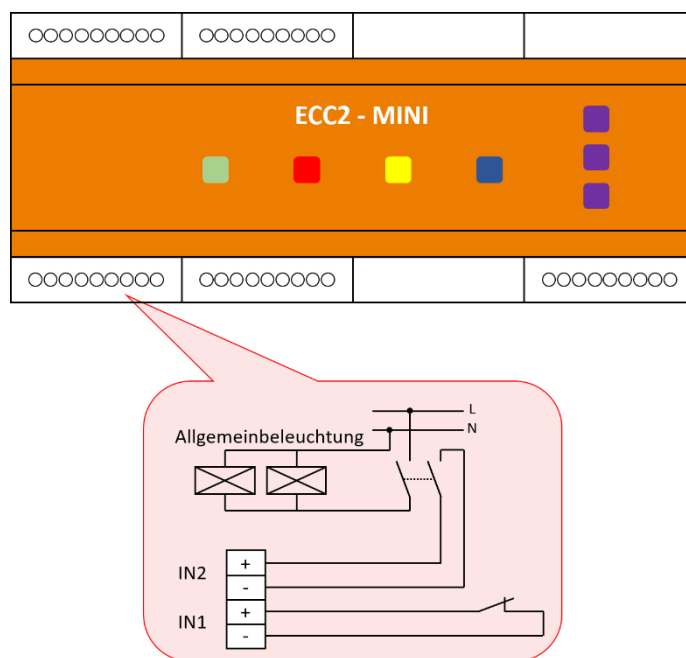

Abbildung 8 Schalteranschluss
Die Eingänge der ECC2-MINI Anlage eignen sich auch dazu, Schalter der Allgemeinbeleuchtung mit abzufragen. Dies ermöglicht Leuchten mit der Allgemeinbeleuchtung zu schalten. Die Schaltlogik kann programmiert werden. Abbildung 8 Schalteranschluss zeigt die korrekte Verkabelung für Schaltvorgänge mit oder ohne Allgemeinbeleuchtung. Bei der Programmierung kann zwischen Normal Open (NO) und Normal geschlossen (NC) gewählt werden. Die Programmierung der Eingänge für Schaltvorgänge ist in Externe Schalter programmieren erläutert.